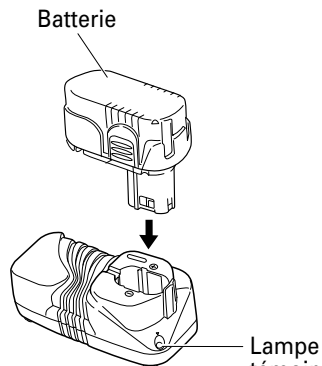

Fig. 5
2. Insérer la batterie dans le chargeur de batterie. Insérer la batterie dans le chargeur de batterie comme indiqué à la Fig. 5. Bien s'assurer qu'elle touche le fond du chargeur de batterie.